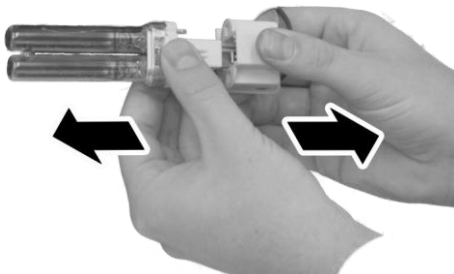

Abb. 35: UV-Lampe ausstecken
5. → Alte UV-Lampe aus der Fassung ziehen (Abb. 35).